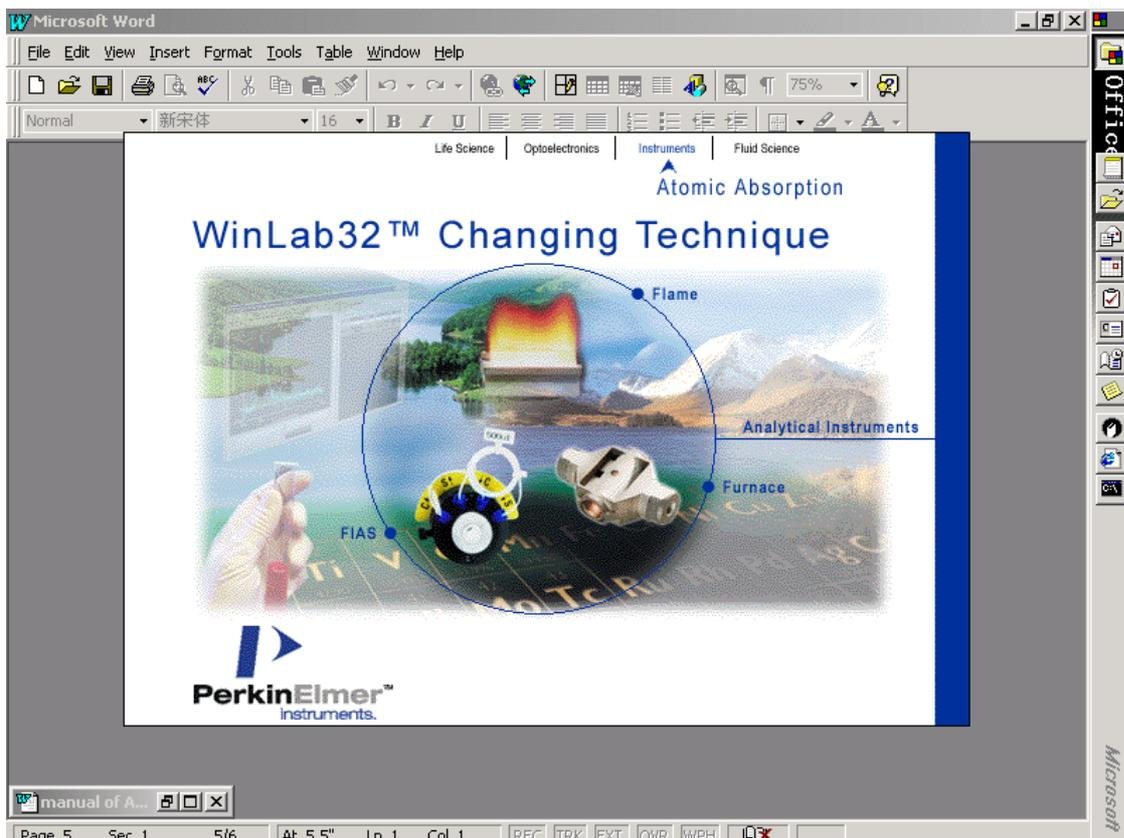

图 1. WINLAB32 原子吸收操作启动画面
1.1.5 待上述自检动作完成,听到两声清晰的“突”,“突”声后,用鼠标器点击 AAWI NLAB32 快捷图标或通过链接式菜单命令进入(Start—Programm—Winlab32—Winlab32 Analyst),这时光谱仪对光栅,马达等机械部件进行自检,同时计算机屏幕上出现如下画面图 1: